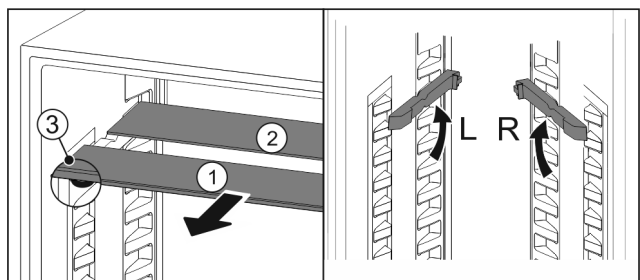

Fig. 20
- ▶ Посуньте Fig. 20 (1) скляну панель вперед.
- ▷ Сляна панель Fig. 20 (1) з декоративною планкою лежить спереду.
- ▷ Стопори Fig. 20 (3) показують вниз.